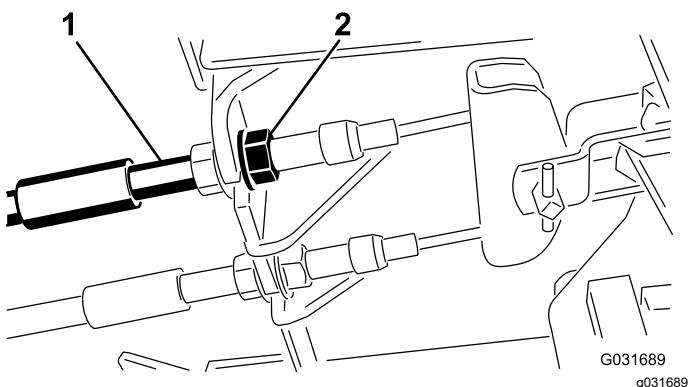

Рисунок 54
- Чтобы уменьшить свободный ход тормозных педалей, затяните тормоза, ослабив переднюю гайку на резьбовом конце троса тормоза (Рисунок 54).